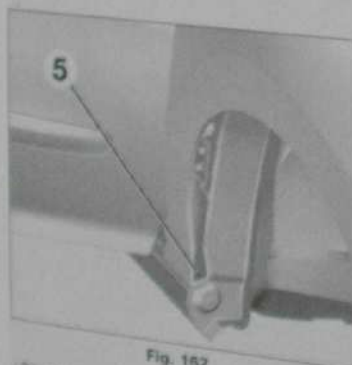

Fig. 162
• Déposer les vis (5) (Fig. 162).